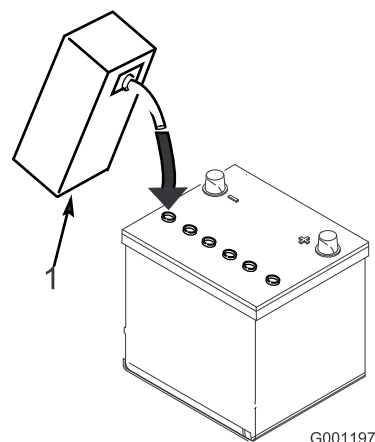

Figure 6
- Versez de l'électrolyte avec précaution dans chaque élément jusqu'à ce que les plaques soient recouvertes d'environ 6 mm de liquide (Figure 6).
- Attendez environ 20 à 30 minutes pour que les plaques aient le temps de s'imprégner d'électrolyte. Faites l'appoint au besoin pour que le niveau de liquide monte à 6 mm en dessous du creux de remplissage (Figure 6).